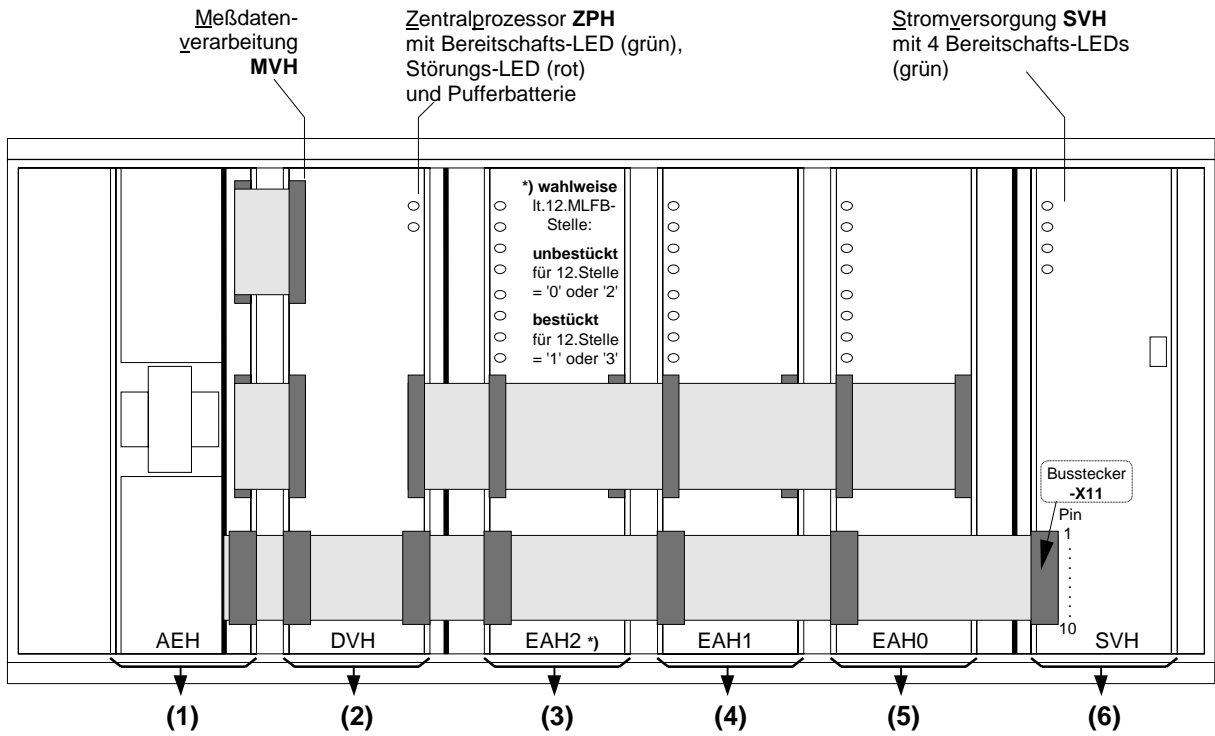

Bild 1: Frontansicht 7SA513 nach öffnen der Fronttür (stark vereinfacht), Baugruppe (2) ----> DVH (Digitale Verarbeitung Höchstspannung)
- EAH-Ausbau (binäre Ein/Ausgabe-Baugruppen; Pos. (3),(4),(5) in Bild 1): Werkseitig wird gemäß bestellter Gerätevariante die dazu entsprechende Geräte-MLFB programmiert; diese softwaremäßig implementierte MLFB erscheint im Display. Die 12.MLFB-Stelle besagt dabei den EAH-Ausbau (z.B. 2 EAH- bzw. 3 EAH-Baugruppen). Bis Version V2.12 wurde die tatsächliche hardwaremäßig vorliegende EAH-Anzahl nicht von der Software überprüft. Mit den Versionen V2.2\*/V3.\*\* wird die Anzahl der gesteckten EAH-Baugruppen mit der, in der implementierten MLFB hinterlegten, verglichen. Bei Abweichung erfolgt Monitor-Einstieg (Gerätestörung).
Abhilfe: EAH-Anzahl (d.h. ohne/mit Baugruppe EAH2 in Pos. (3) lt. Bild 1) nur gemäß softwareseitig implementierter MLFB-Nummer. Dazu vor Firmware-Hochrüstung die MLFB-Nummer im Display (Adresse 0 bzw. 0000) notieren und Gerät auf tatsächliche EAH-Konfiguration überprüfen ggf. anpassen.
27.2 Busstecker **-X11** von der Stromversorgungsbaugruppe **SVH** abziehen (s. Bild 1).
27.3 An **Pin 2** (positiver Pol '+5V') und **Pin 5** (negativer Pol 'M5V') der nun freiliegenden X11-Stiftleiste der SVH-Baugruppe ein Digital-**Voltmeter** anschließen (Pin-Anordnung s. Bild 1).